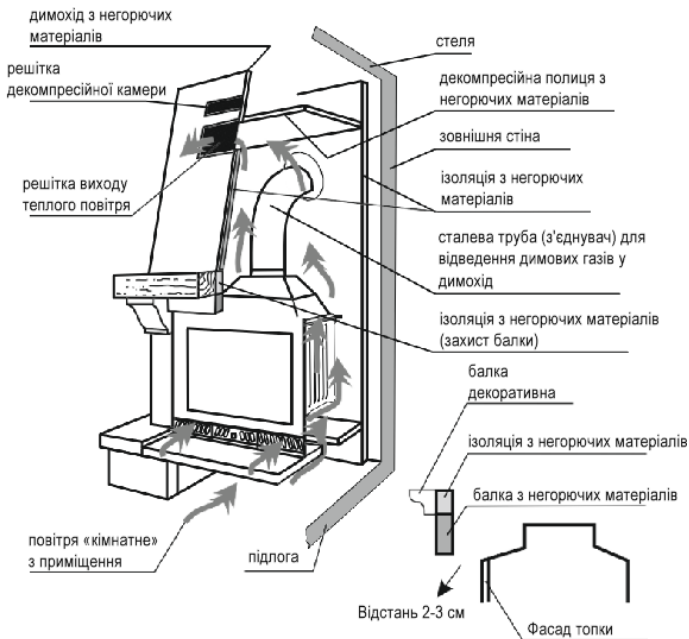

Рис. 2. Приклад способу установки камінної топки
- забезпечити відстань 2-3 см між верхньою частиною фасаду та елементами камінного корпусу (рис. 2),